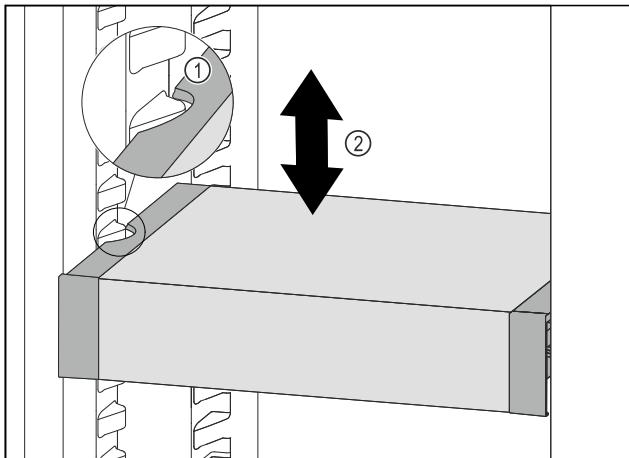

Fig. 82
- Тяните VarioSafe вперед, пока боковые выемки VarioSafe не окажутся на высоте выступа резервуара в холодильном отделении. Fig. 82 (1)
- Двигайте VarioSafe в холодильном отделении вверх или вниз, пока не будет достигнута требуемая высота. Fig. 82 (2)